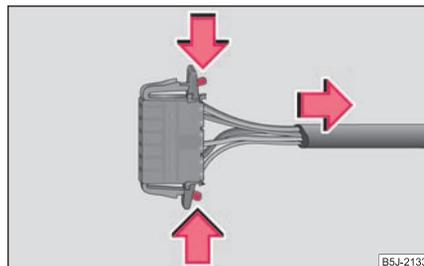

Abb. 213 Steckverbindung trennen
- Trennen Sie die Steckverbindung ⇒ Abb. 213. ■